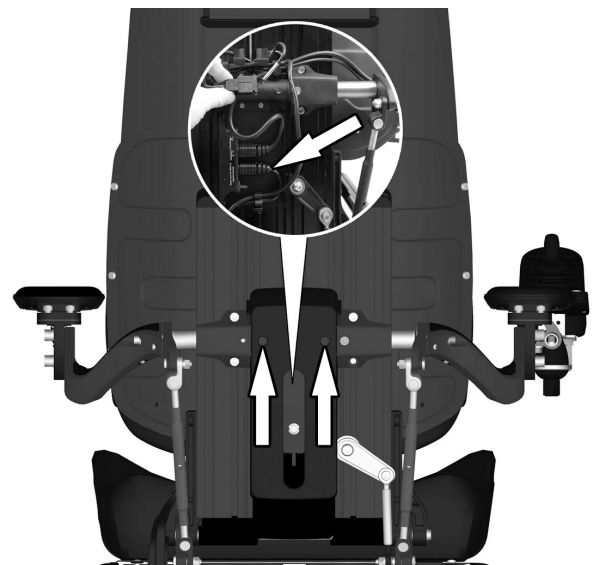

Abbildung 149. Das R-Net-Kabel wieder am Kontaktblock an der Rückseite der Rückenlehnen anschließen.
4. Das R-Net-Kabel am Kontaktblock an der Rückseite der Rückenlehnen anschließen. Siehe Abbildung. 149. Kabel an den Leitungshaltern befestigen.
6. Abdeckung auf der Rückseite der Rückenlehne wieder anbringen. Es ist mit zwei Schrauben befestigt. Siehe Abbildung. 149.